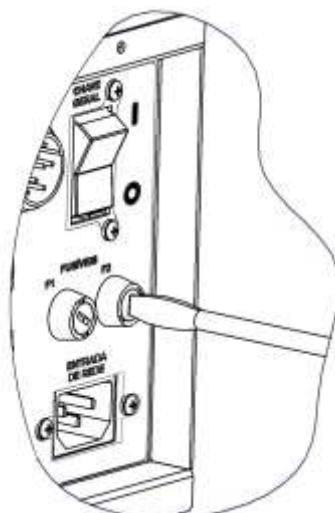

Figura 188 – Porta fusível – MC2 / MC3
- Insira uma chave de fenda no rasgo do porta fusível e gire para esquerda, até destravar a tampa, conforme figura 188.